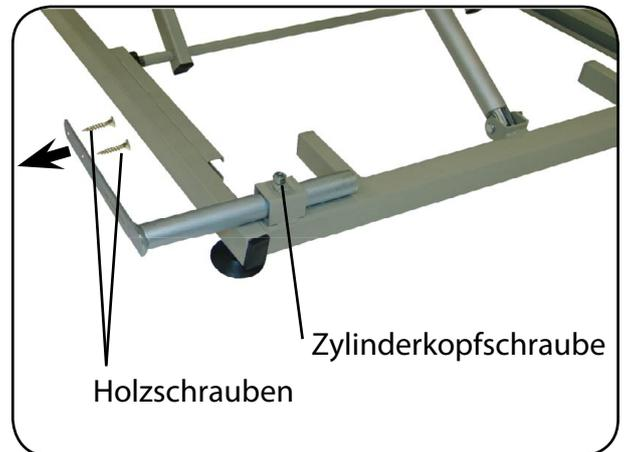

Abb. 6.2.01 - Bettrahmenbefestigung
4. Befestigen Sie die Bettrahmenbefestigungen, möglichst senkrecht, mit jeweils zwei Holzschrauben am Bettrahmen (Abbildung 6.2.01). Prüfen Sie vorher, die Eignung der Holzschrauben (3,5 x 20) für Ihren Bettrahmen.
5. Fixieren Sie die Bettrahmenbefestigung, indem Sie die Zylinderkopfschrauben mit dem Innensechskantschlüssel fest ziehen. (Abbildung 6.2.01).